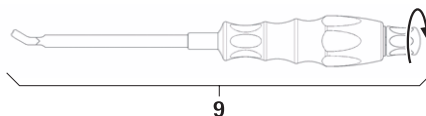

Рис. 14
- Осуществить монтаж инструмента для установки стержней 9, см. Рис. 14.